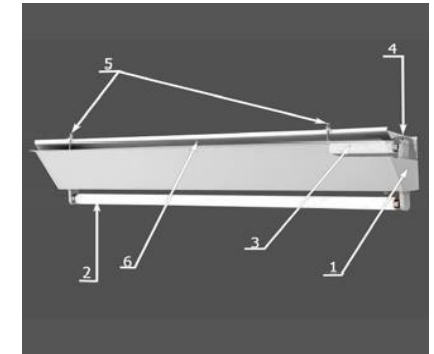

Рис.1
6.4. Снять крышку облучателя (экранирующего устройства) 4 (см. Рис. 1).